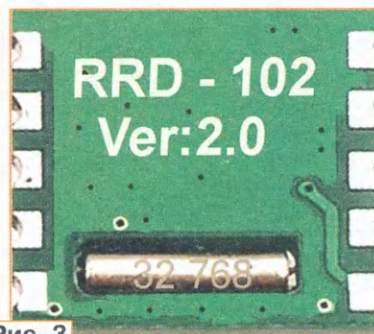

Рис. 3
**7 Ответ — 1.** К плате Arduino подключается миниатюрный модуль УКВ-приёмника RRD-102 (рис. 3), выполненный на микросхеме